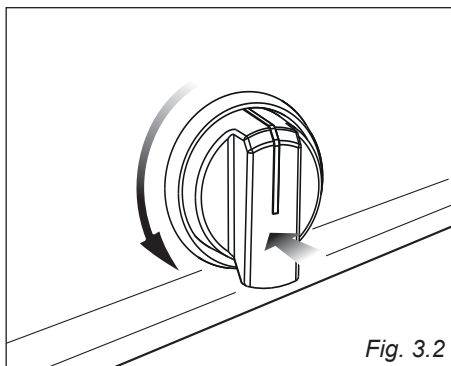

Fig. 3.2
1. Pour allumer le brûleur, appuyer sur la manette (fig. 3.2) et la faire tourner jusqu'à la position de débit maximum (grande flamme ); puis continuer à appuyer sur la manette jusqu'à ce que l'allumage se fasse.